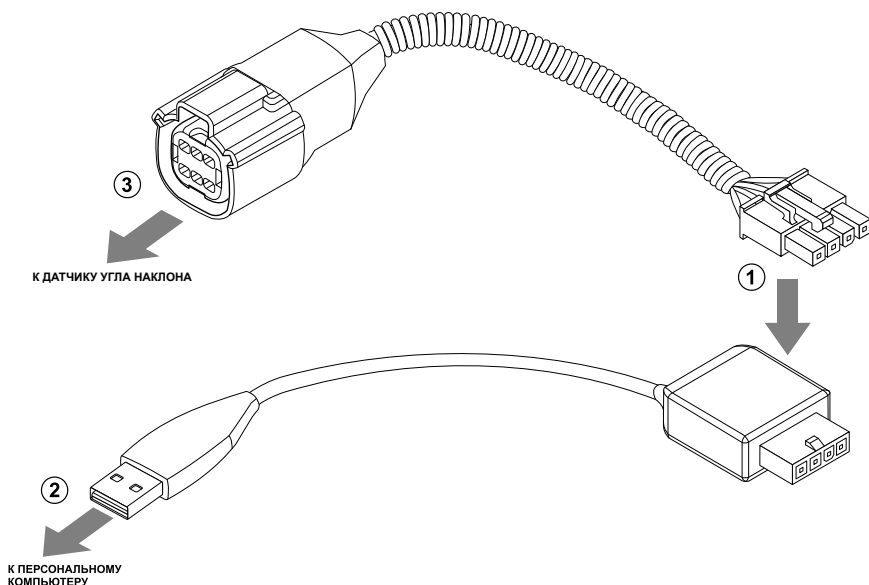

Рис.7. Подключение датчика к ПК.
- подключите четырехконтактный разъем преобразователя TKLS-Prog-485 к четырехконтактному разъему переходного кабеля (Рис.7, п.1). Переходный кабель поставляется в комплекте с преобразователем;
- подключите USB разъем преобразователя к ПК (Рис.7, п.2);
- подключите другой конец переходного кабеля к Разъему 1 датчика угла (Рис.7, п.3).